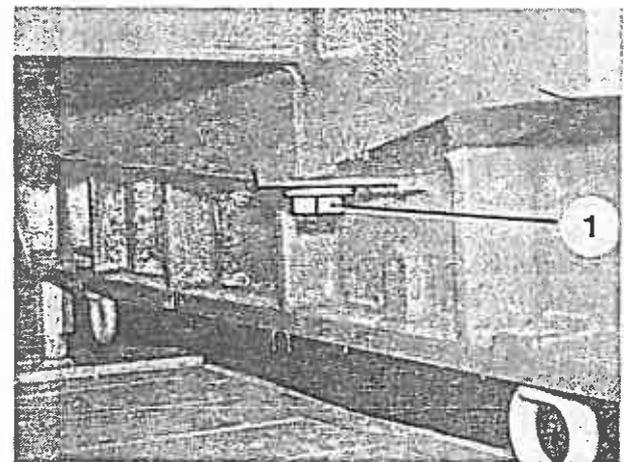

Bild 59
1. Ölablaßschraube (Bild 59/1) herausschrauben und Öl ablassen.
5. Ölablaßschraube (Bild 59/1) herausschrauben, Spülöl ablassen und Abblaßschraube wieder einschrauben.